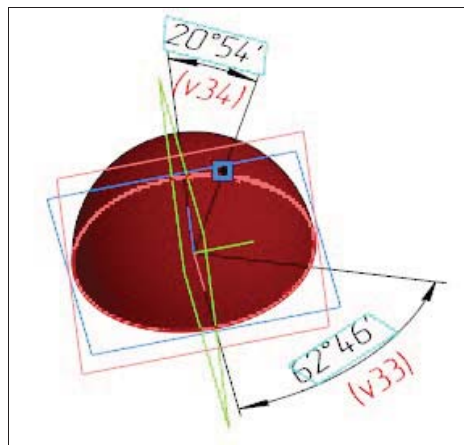

Рис. 20.21. Фантом точки
- ◆ в данном случае укажите поверхность сферы — у вас появится фантом точки как на рис. 20.21;